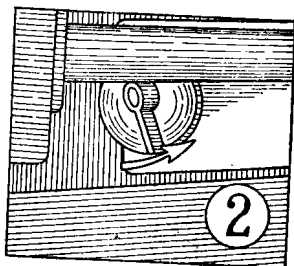

图1—9—② 将点火握柄放在提前点火位置
(2) 起动机开始工作后，须将磁电机点火握柄放在“提前点火”位置上（如图1—9—②），取出摇把后将握柄用定转钩钩住，进行低速运转，使起动机得到预热和润滑。由于冷却装置内的水层相通，柴油机的进气管与起动机排气管相连，故柴油机也得到预热，使柴油机容易起动（亚热带地区或炎热的夏天，起动机一般不进行预热）。